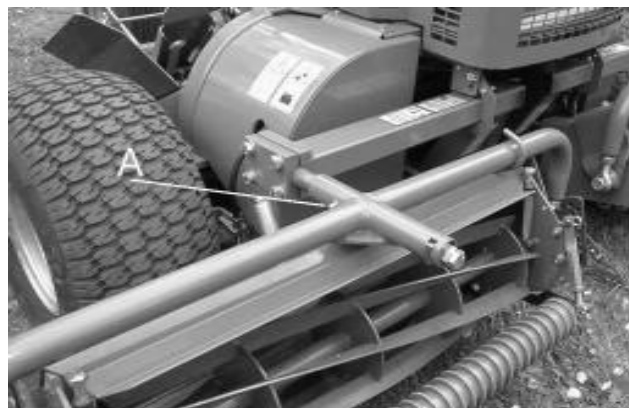
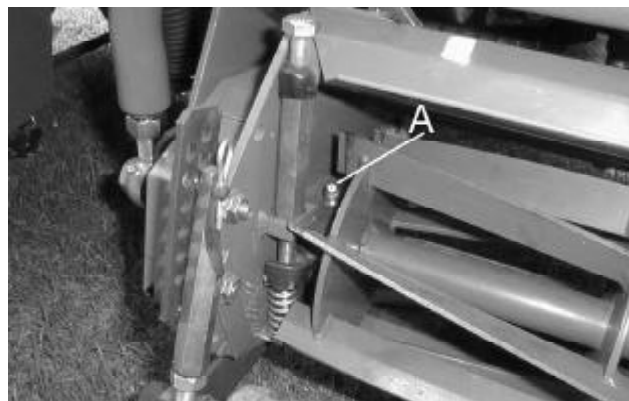

Fig.14
Fig.15
- (d) Drehklammer der Einheit, vorne (A Abb.14).
- (e) Lenkwelle (A) und Einheitsdrehklammer.
- (f) Lagergehäuse der Schneidzylinder(A Abb.15).
- (d) Enhetens främre pivåfäste (A fig. 14).
- (e) Styraxeln (A) och enhetens pivåfäste.
- (f) Skårcylinderlagerhusen (A fig. 15).